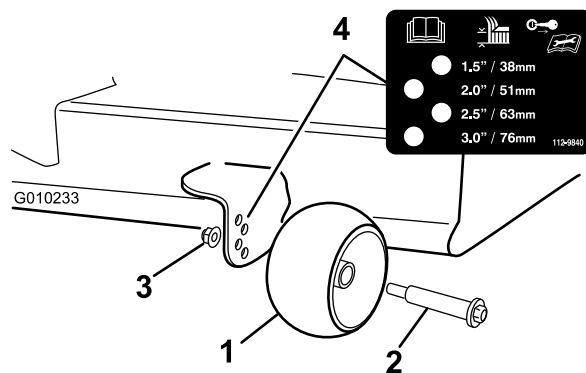

Figure 20
3. Réglez les galets anti-scalp montrés à la Figure 20 à la position correspondant le mieux à la position de hauteur de coupe.